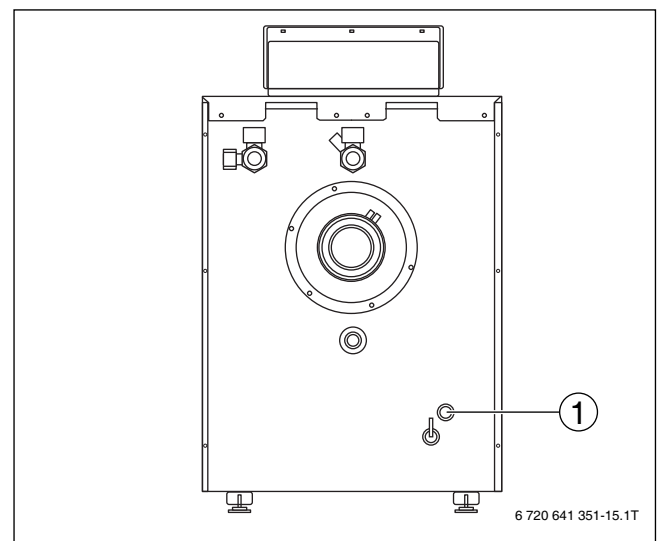

Bild 36 Rückansicht GB145
- Ölleitung am Öl-Absperrventil (→ Bild 36, [1]) montieren.